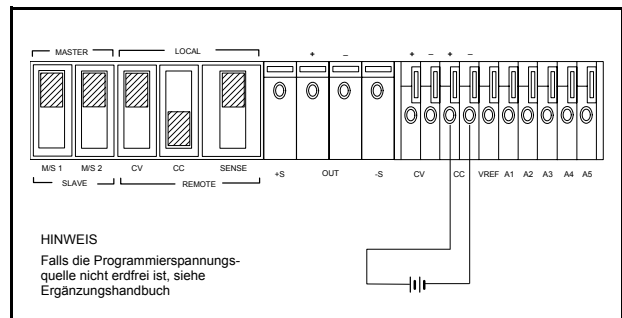

Abbildung 7. Fernprogrammierung des Ausgangsstroms
**Fernprogrammierung des Ausgangsstroms** Abbildung 7 zeigt die Einstellungen der rückseitigen Schalter und die Verkabelung für Fernprogrammierung des Ausgangsstroms. Ein Änderung der Programmierspannung um 1 Vdc bewirkt folgende Änderung des Ausgangsstroms: E3614A: 0,6 Adc, E3615A: 0,3 Adc, E3616A: 0,17 Adc, E3617A: 0,1 Adc